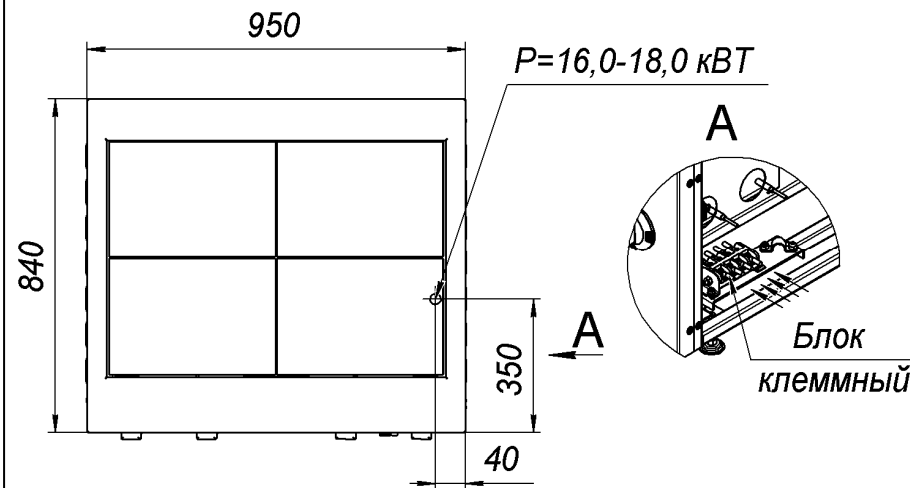

Рис.5
Рекомендуем, подвод электропитания к плите производить, скрытой в полу, трубной разводкой. Диаметр трубы – не менее 1/2" (Ø=22мм), (см. рис.5). Электропровода, заводимые в плиту, до блока клеммного, должны иметь термоустойчивую изоляцию, с температурой длительной эксплуатации не менее 150°C.
6.8 Подвод электропитания к плите произвести через автоматический выключатель типа АЕ, АП или аналогичный. Блок клеммный, для подключения плиты к э/сети, расположен за правой облицовочной панелью шкафа (см. рис.5).